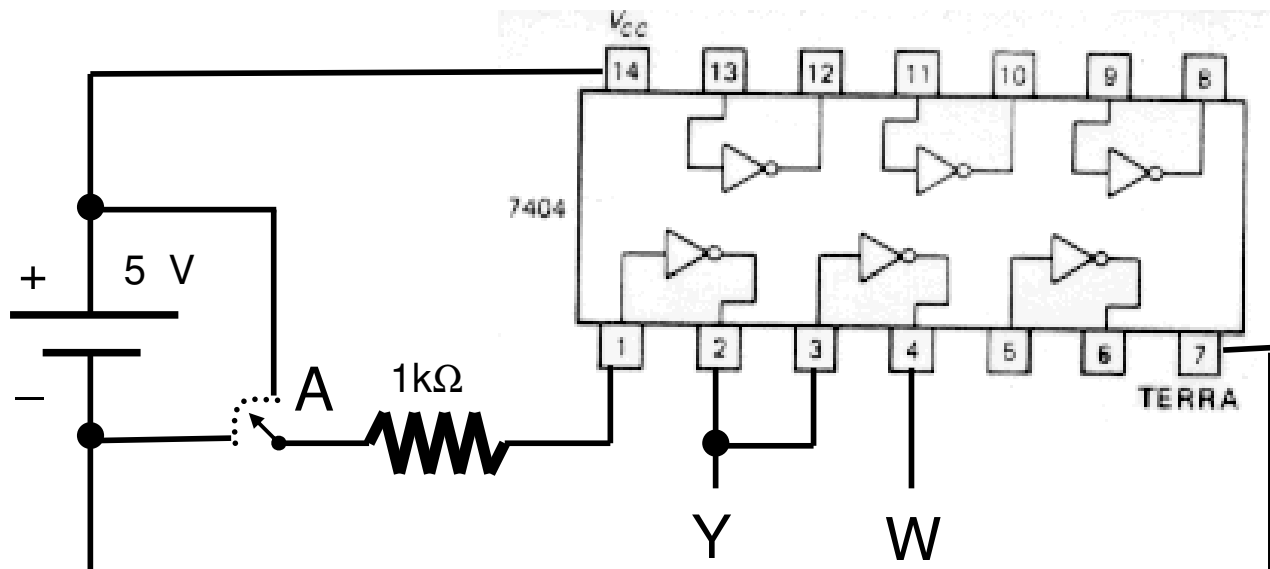

Figura 1 : Montagem para a Experiência 1.
1. Monte o circuito da figura 1 usando o CI 74HC04.